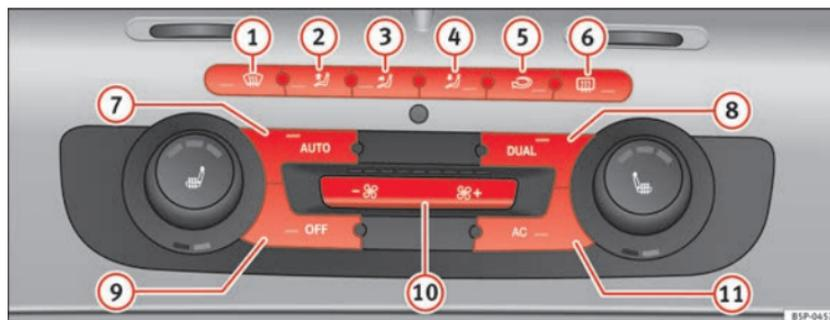

Fig. 130 Sur la planche de bord : éléments de commande du Climatronic bi-zone
- Tournez les moletttes de régulation de la température ⇒ fig. 130 pour régler la température du côté gauche et droit respectivement.
- Appuyez sur le bouton  ⇒ page 169, fig. 130. « AUTO High » apparaît sur l'écran de l'autoradio (grande vitesse de la soufflante).
- Appuyez de nouveau sur le bouton  ⇒ page 169, fig. 130. « AUTO Low » apparaît sur l'écran de l'autoradio (faible vitesse de la soufflante).